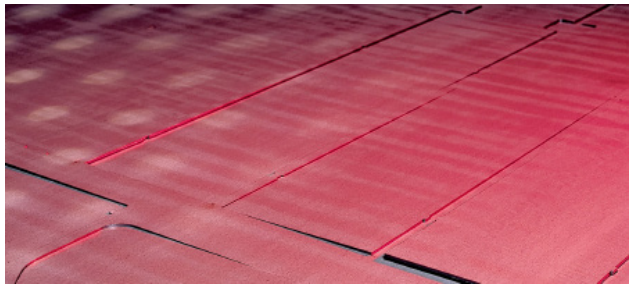

Fig. 6.2
- Rechte, braamvrije snede. (Fig. 6.2)